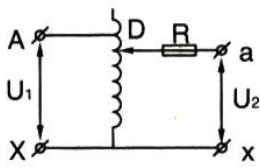
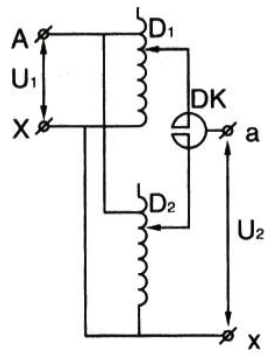
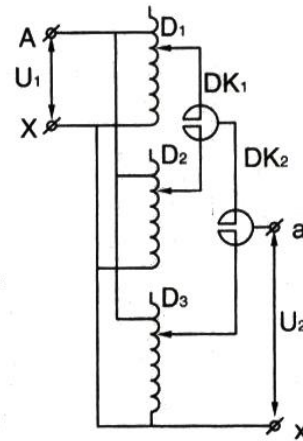

图5
图6
图7
(1) 单元单绕组结构：TDGC₂-5kVA、TDGC₂J-10kVA 及以下单相调压器为单绕组结构，产品由线圈、电刷、手轮、刻度盘、及底座和外网等组成。单相调压器原理如图 5，U1—输入电压，U2—输出电压，D—电刷。
(2) TDGC₂ (J) — (1~3) kVA 单相调压器安装有快熔断器，当调器无电压输出时，请检查单相调压器保险丝是否熔断或单相调压器是否烧毁，如仅保险丝熔断，更换保险丝后可继续使用。
(3) 单相多绕组结构：单相大容量单相调压器由两个或两个以上相同绕组叠装而成，各单元组的电刷装在同一个主轴上，线圈输入端并联连接，输出端连接平衡电抗器，以平衡单元间电流分布，拟制环流。单相大容量单相调压器原理如图 6、图 7，U1—输入电压，U2—输出电压，D—电刷，DK、DK1、DK2 是平衡电抗器。